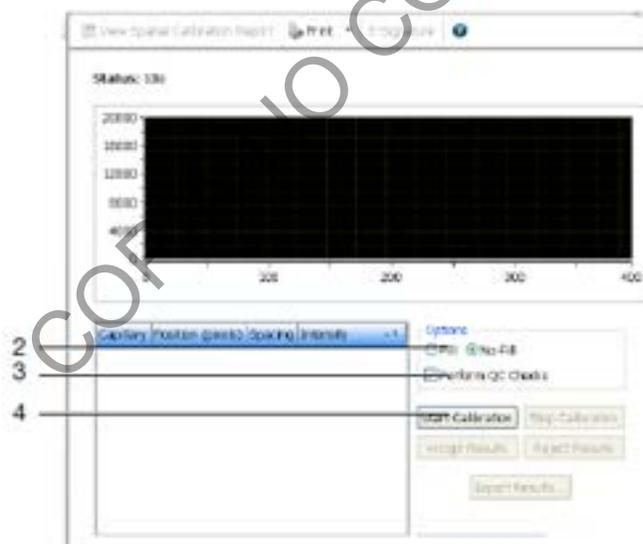
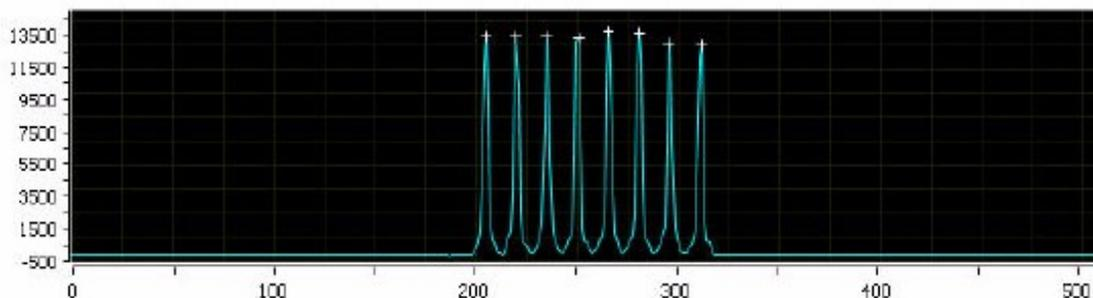

Figura 24. Opciones a seleccionar para iniciar la calibración espacial.
Figura 25. Pantalla de progreso de la calibración espacial.
7.11.2 Seleccione "**Fill**". Esta opción permite llenar el arreglo de capilar con polímero antes de empezar la calibración (ver figura 24, punto 2).
7.11.3 Dele click en "**Start Calibration**" (ver figura 24, punto 4). Se desplegará una pantalla que indica el progreso de la corrida (ver figura 25).